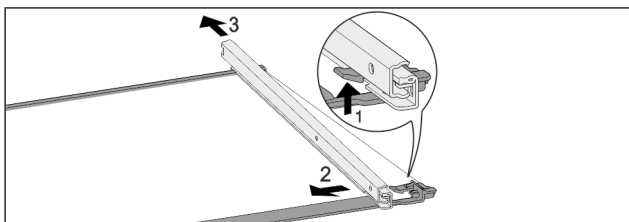

Fig. 52 Glaslade met rails
- ▶ Voorste vergrendelhaak naar boven duwen. Fig. 52 (1)
- ▶ Uitschuifrail naar de zijkant Fig. 52 (2) en naar achteren Fig. 52 (3) wegschuiven.